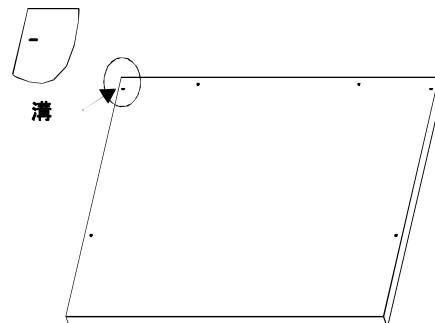

図 1 底パネル
3. 底パネルを汚れのない平らな場所に設置します。（図 1 参照）